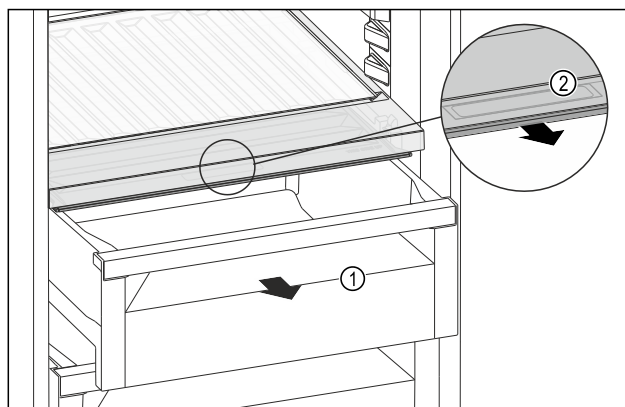

Fig. 152
- ▶ Estrarre il cassetto Fig. 152 (1).
- ▶ Afferrare la maniglia incassata Fig. 152 (2) sul coperchio dello scomparto e tirare allo stesso tempo in avanti il coperchio dello scomparto.